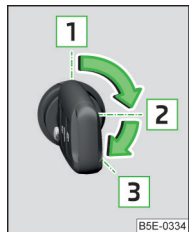

Fig. 159
Pozițiile cheii autovehiculului în butucul de contact » fig. 159
- Rotiți cheia în poziția 1 » fig. 159 la pagina 132.